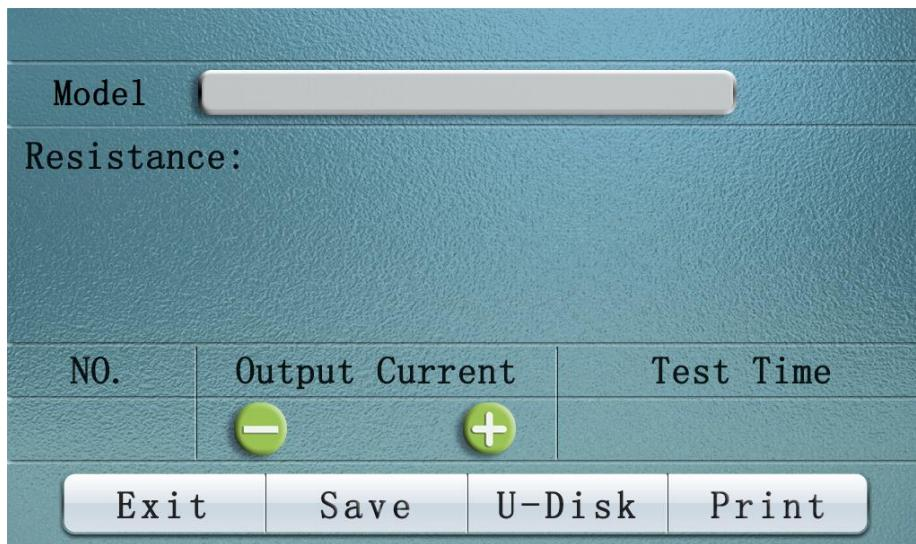

Figure 3
3. Une fois le courant sélectionné, cliquez sur "**Démarrer le test**", qui indique que "veuillez patienter pendant la charge" entre dans l'état de test. Après quelques secondes, le résultat du test s'affiche, comme indiqué à la figure 3